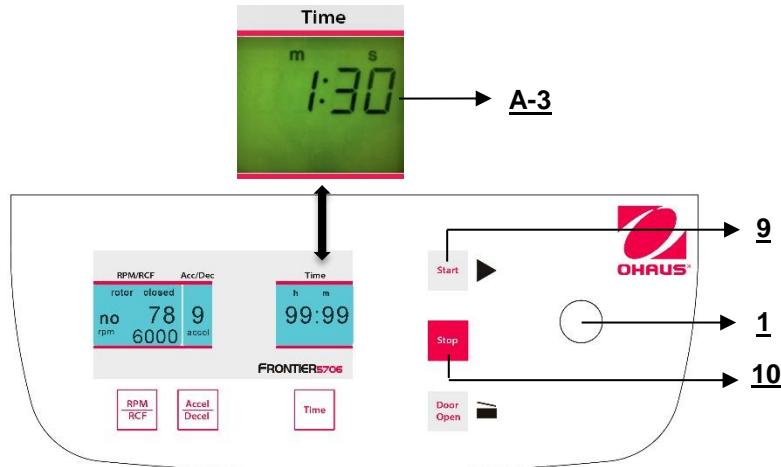

Abbildung. 22
Um die Zentrifuge zu starten, vergewissern Sie sich, dass der Deckel geschlossen ist, und drücken Sie dann die Taste "Start" (9), (siehe Abbildung 22). Mit der Taste "Start" (9) können Sie die Durchläufe mit manuell vorab ausgewählten Parametern starten. Wenn die entsprechende, vorab ausgewählte Laufzeit abgelaufen ist, wird die Zentrifuge automatisch anhalten, oder Sie können jeden Durchlauf mit der Taste "Stop" (10) abbrechen.